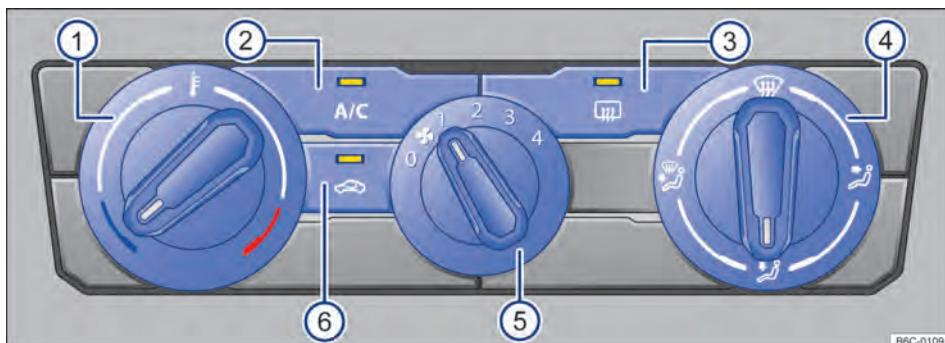

Fig. 82 Comandos do ar-condicionado.
- Girar o regulador do ventilador para o nível 0 → Fig. 82 ⑤.
- Pressionar o botão A/C → Fig. 82 ② para ligar e desligar o funcionamento da refrigeração.
- Girar o regulador rotativo esquerdo → Fig. 82 ①.
- Girar o regulador do ventilador → Fig. 82 ⑤.
- Pressionar o botão → Fig. 82 ⑥.
- Girar o regulador da direita → Fig. 82 ④ para posição desejada.
- Girar o regulador direito para a posição → Fig. 82 ④.
- Pressionar o botão → Fig. 82 ③.